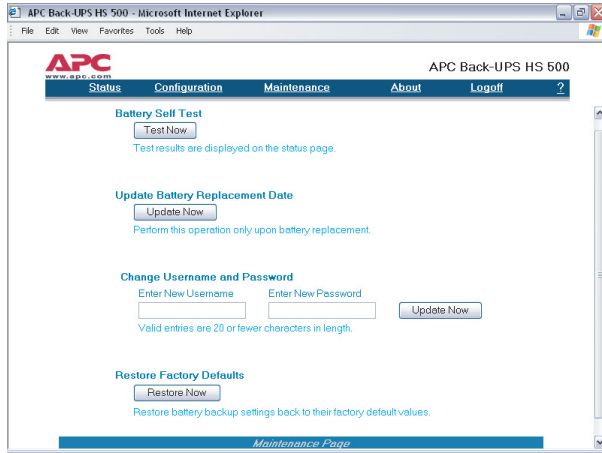

Рисунок 15. Окно страницы технической поддержки
14. Используя **Окно технической поддержки** (Maintenance Screen) (Рис. 15), можно осуществить самопроверку аккумулятора, получить обновленные данные о сроках его замены, а также сменить имя пользователя и пароль (как указано выше). После этого можно нажать либо кнопку **Update Now** (Обновить), либо **Restore Factory Defaults** (Восстановить настройки по умолчанию). Примечание: Для осуществления любого из описанных действий необходима предварительная регистрация на сайте.